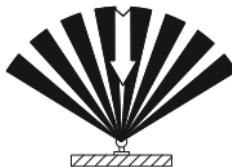

Рисунок 1 – Чувствительность датчиков движения
- наибольшую чувствительность датчик движение имеет, когда движущийся объект перемещается перпендикулярно лучам зоны обнаружения (рисунок 1);